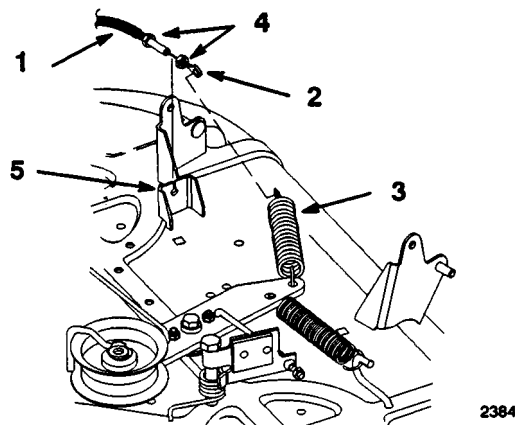

Figure 40
- Décrocher l'extrémité à anneau du câble de commande des lames (PDF) du ressort de tension (Fig. 40).
- Enlever l'écrou de blocage du câble de commande des lames (PDF) sur le support de montage. Sortir le câble du support (Fig. 40).